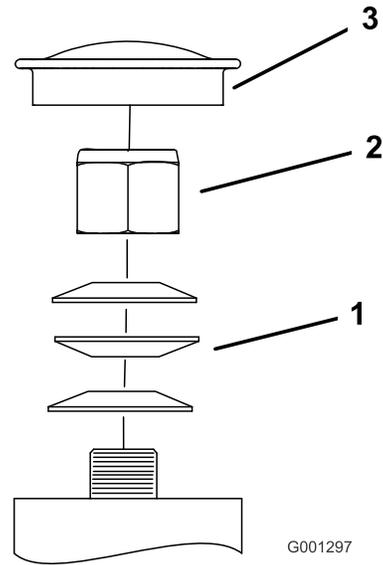

Figura 75
3. Retire el tapón guardapolvo de la rueda giratoria y apriete la contratuerca (Figura 75).
4. Apriete la contratuerca hasta que las arandelas de muelle estén planas, luego afloje la contratuerca  $\frac{1}{4}$  de vuelta para establecer la pre-carga correcta de los cojinetes (Figura 75).
**Importante:** Asegúrese de que las arandelas de muelle están correctamente instaladas, según se muestra en la Figura 75.
5. Coloque el tapón guardapolvo (Figura 75).